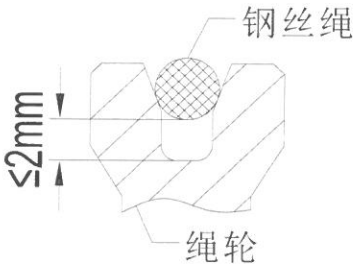

图 8
- 4.2. 当限速器钢丝绳与轮槽底部距离 $\leq 2\text{mm}$ 时更换限速器(图 8)。